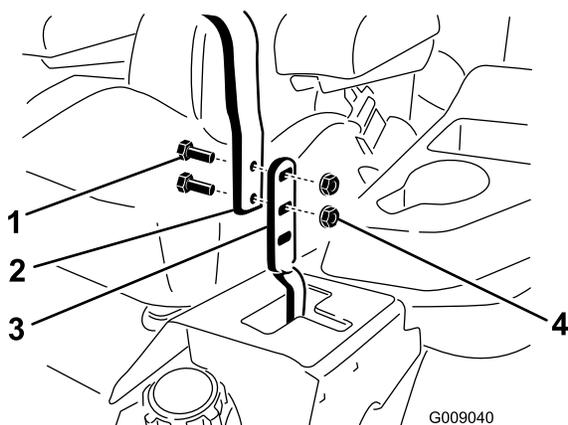

Figure 61
3. Desserrez les boulons et les écrous à embase situés dans les leviers (**Figure 61**).
4. Réglez l'alignement avant/arrière des leviers en les plaçant tous deux à la position **POINT MORT**, puis faites-les coulisser jusqu'à ce qu'ils soient alignés, et resserrez les boulons (**Figure 61**).